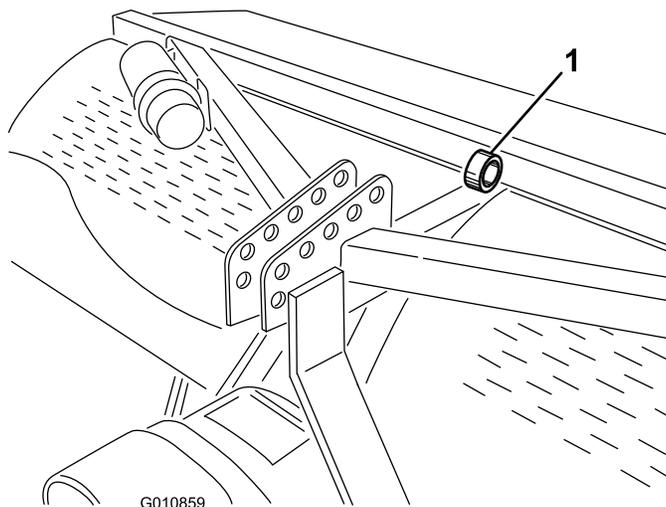

图42
**注意：** 可用起重机提起打孔机。用打孔头孔眼作为起重机连接点（图42）。确保起重机具有足够的提升能力。请参阅规格表查看打孔机重量。